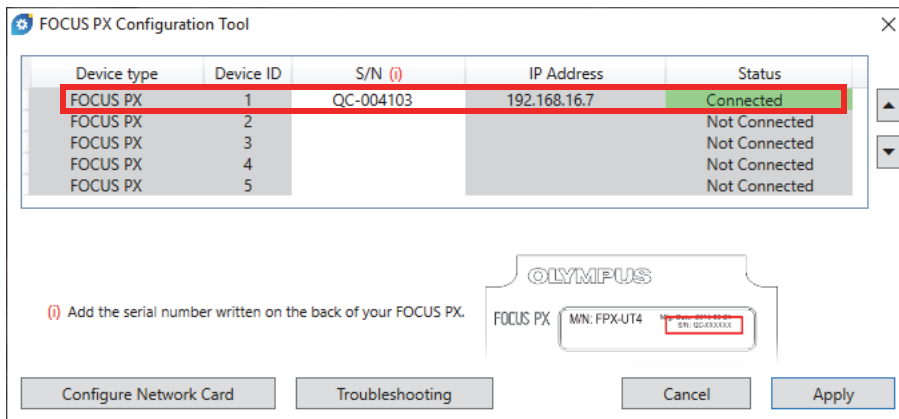

Figura 1-19 Herramienta de configuración FOCUS PX (un dispositivo)
5. En el cuadro de diálogo de la herramienta de configuración FOCUS PX, introduzca el número de serie de la primera unidad principal FOCUS PX que está conectada a la tarjeta Ethernet (ver Figura 1-19 en la página 40).